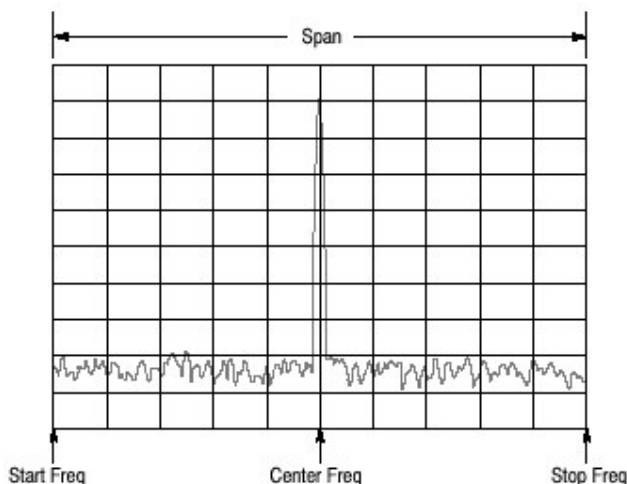

图 3-1 设置频率和间隔
2. 使用 Center Freq 侧面键设置中心频率（见图 3-1）